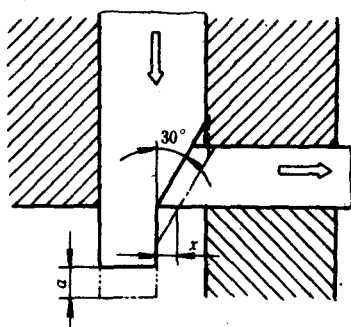

图 1-23 楔形冲头
4. 如图 1-23 所示, 楔形冲头向下移动距离 $a = 5\text{mm}$, 求滑动侧板的滑移量 x 为多少?